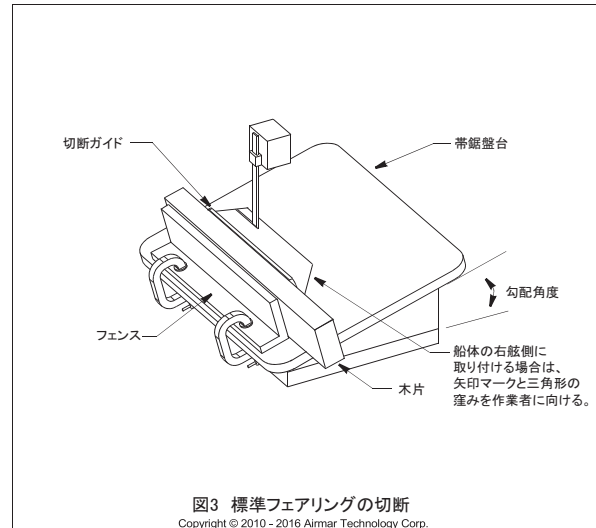

図3 標準フェアリングの切断
2. 取り付け位置の船底勾配角を測ります (図 3 参照)。
3. 手順 2 で計測した勾配角度に帯鋸盤の台を調整して、フェンスを固定します (図 3 参照)。
6. フェンスを調整し、フェアリングがほぼ 2 等分になるようにカットします (図 3 参照)。フェアリングになる部分は、最も薄い寸法で最低 7mm (9/32 インチ) 確保してください。この寸法は、フェアリングのフランジに相当します。